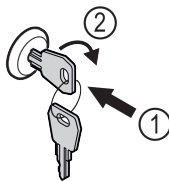

Fig. 158
- ▶ Įspauskite raktą. Fig. 158 (1)
- ▶ Pasukite raktą 90° pagal laikrodžio rodyklę. Fig. 158 (2)